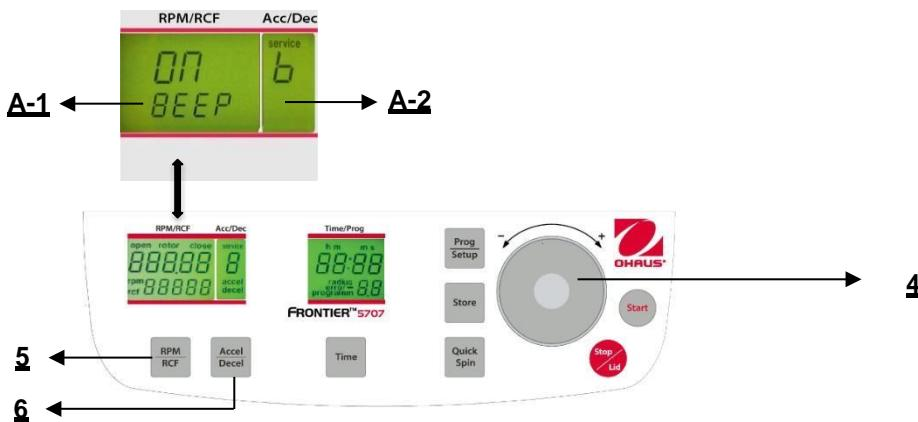

Abbildung. 32
Fahren Sie fort wie unter Punkt 4.1.2 beschrieben, um in den Programmmodus einzutreten und drücken Sie dann die Taste **"Accel/Decel"** (6). Auf der Anzeige **"Acc/Dec"** (A-2) blinkt das Wort **"Service"**. Wählen Sie nun den Buchstaben **"B"** mit Hilfe des Anpassungs Wählrades (4). Als Ergebnis erscheinen auf der Anzeige **"RPM/RCF"** (A-1) die Worte **"ON/BEEP"**. Nach dem Drücken der Taste **"RPM/RCF"** (5) können Sie das Tastaturgeräusch mit dem Anpassungs Wählrade (4) ein- (On) oder ausschalten (Off). (Siehe Abbildung 32).